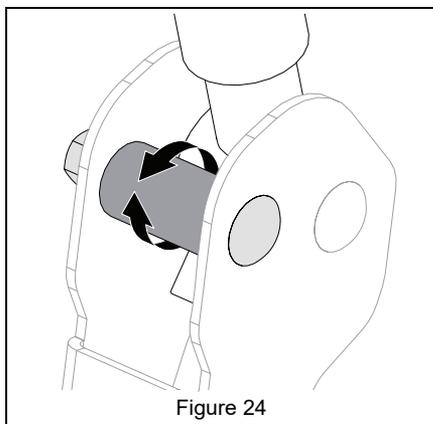

Figure 24
5. Tourner l'entretoise excentrique de façon à ce que les manettes soient à la même hauteur, en laissant un écartement de 1.3-2.5 cm (1/2-1") entre les extrémités des manettes. Voir Figure 24.